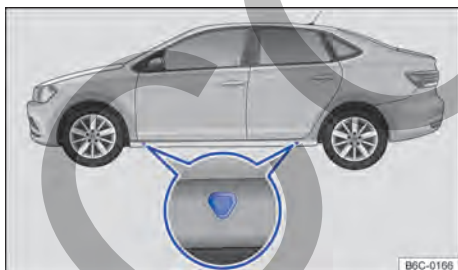

Fig. 162 Puntos de apoyo del gato.
El gato únicamente puede ser posicionado en los puntos de apoyo indicados (marca en la carrocería) → **fig. 162**. Es válido el punto de apoyo ubicado próximo a la rueda correspondiente → ⚠.
7. Buscar debajo del vehículo el punto de apoyo del gato → **fig. 162** más cerca de la rueda que se debe cambiar.